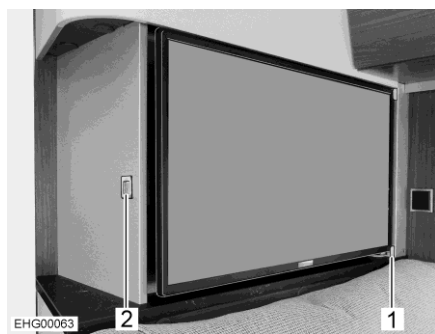

Fig. 87 Pantalla plana
La pantalla plana (Fig. 87,1) está retenida al lado por un riel guía.
- Pulsar el botón de desbloqueo (Fig. 87,2).
- Extraer la pantalla plana del riel guía (Fig. 87,1) a la posición deseada.
- Empujar la pantalla plana hacia atrás hasta que engatille en el riel guía (Fig. 87,1).